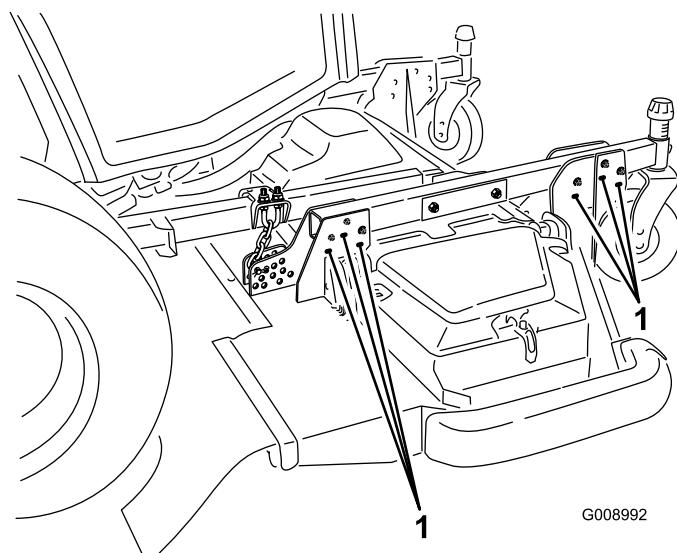

Figura 27
- 7. Para obtener las alturas de corte de 102 a 153 mm, retire los pernos de montaje que sujetan los soportes de la carcasa a los brazos de las ruedas giratorias y vuelva a montar los soportes en los brazos de las ruedas giratorias usando los taladros inferiores (Figura 27).